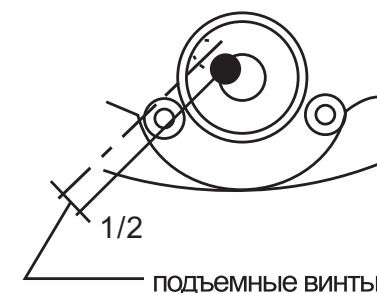

Рис. 10
- (1) Вращая подъемные винты, приведите пузырек в центр круглого уровня.
- (2) Поверните инструмент на 180° . Пузырек должен оставаться в центре. Если же он сместился из центра круглого уровня, необходимо выполнить юстировку в следующем порядке:
- (i) Скомпенсируйте половину смещения пузырька с помощью подъемных винтов (рис. 10).